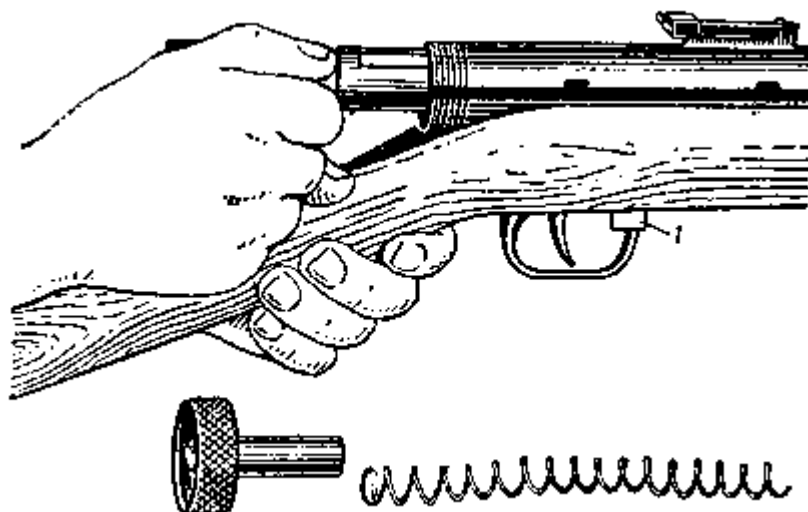

Рис. 3. Вынимание затвора
3. **Вынуть затвор**, для чего, удерживая левой рукой пистолет за шейку приклада, правой рукой выключить предохранитель, отодвинув пуговку его вправо, после чего извлечь затвор из короба (рис. 3).